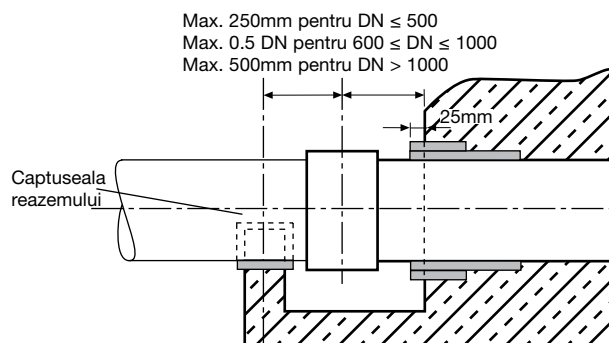
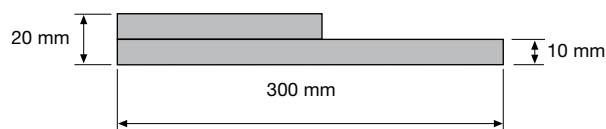

Figura 6-4 Alternativa B: Invelirea in cauciuc
Figura 6-5 Configuratia straturilor cu cauciuc – Cauciucul trebuie sa fie Durometer 50
Daca alternativa A nu este posibila, infasurati conducta (**Figura 6-4**) cu o banda (sau niste benzi) de cauciuc (**Tabelul 6-3 si Figura 6-5**) inainte de asezarea betonului, astfel incat cauciucul sa iasa putin in afara (25mm) din beton. Plasati conducta astfel incat prima imbinare cu mufa complet expusa sa fie pozitionata ca in **Figura 6-4**. Trebuie sa se ia precautii pentru diminuarea incovoierii structurii ranforsate cu beton sau a conductei prin asigurarea unei fundatii adecvate. Incovoierea diferentiala a conductei va provoca apasari pe conducta si poate impiedica conducta sa functioneze.
- 1 Pozitionati ca in **Figura 6-4** si **6-5**.